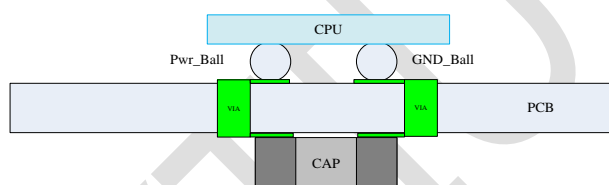

图 6.3 电容放置方式
- ◆ 如下图 6.3 所示，电源的去耦电容位于 CPU 背面，尽可能靠近引脚。